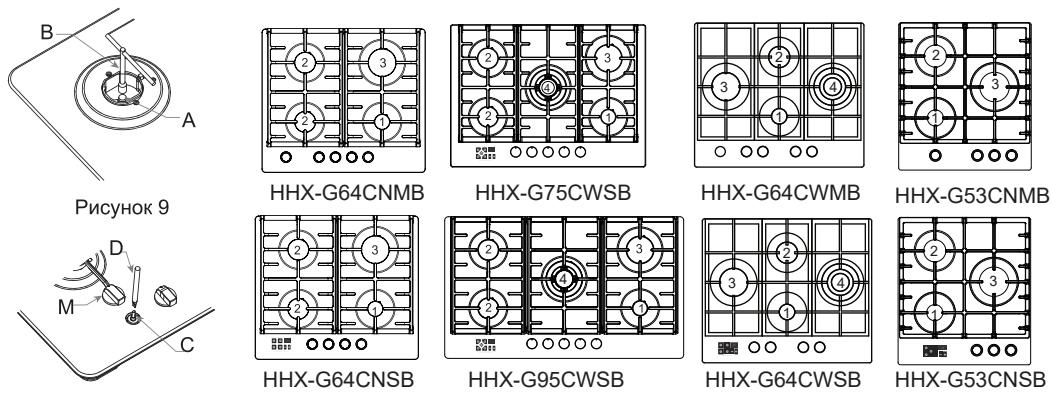

Рисунок 10
2. Снимите ручки управления "М" (Рис. 10).
3. Вставьте маленькую отвертку "D" (Рис. 10) в отверстие пробки "C" и поворачивайте регулировочный винт влево или вправо до тех пор, пока пламя горелки не станет минимальным.